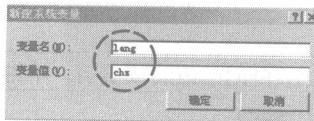

图 1-3 设置环境变量
- 步骤3** 在“环境变量”对话框中单击“新建”按钮，弹出“新建系统变量”对话框，并将变量名与变量值设置为 lang 和 chs，如图 1-3 所示。依次单击“确定”按钮，完成环境变量设置。